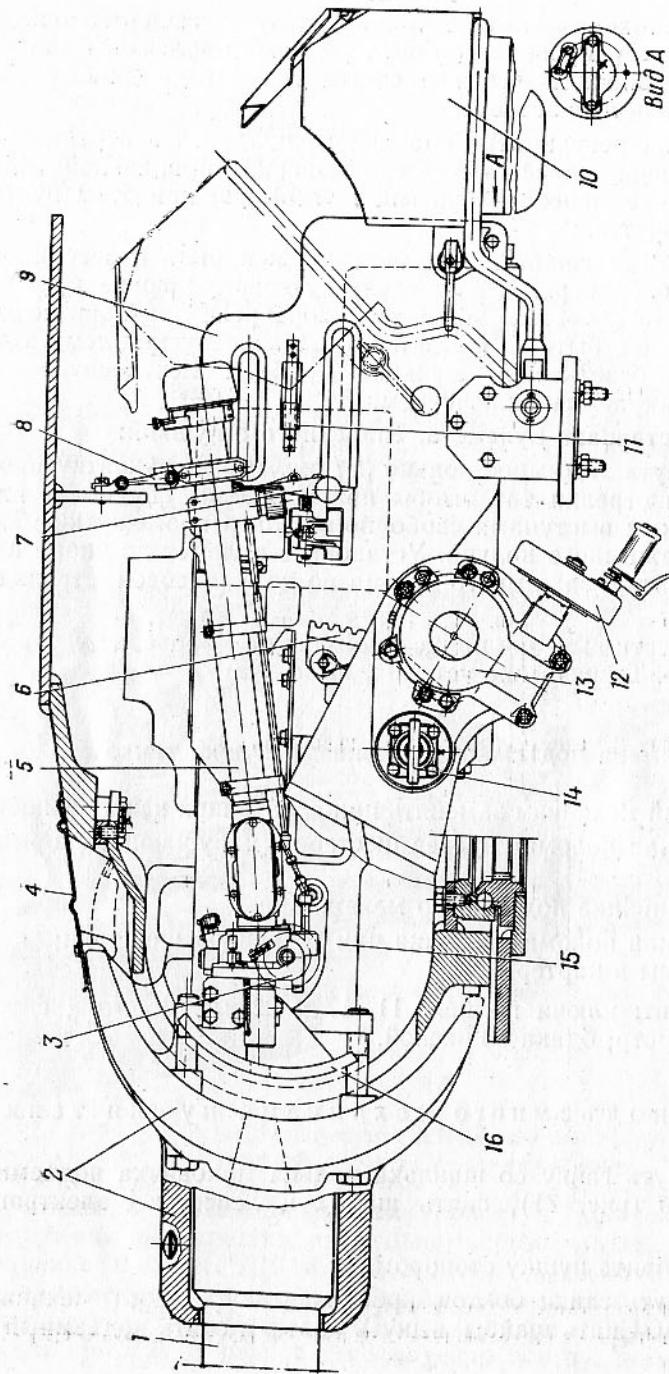

Рис. 71. Установка пушки танка Т-34:
1. Отвернуть гайку со шпилькой кольца маховика подъемного механизма 13 (рис. 71), снять шайбу и лепесток с электропроводкой.
4. Вывернуть болты крепления броневой защиты 2 (рис. 71) к люльке и снять защиту.
8. Установить скобу гильзоулавливателя 10 (рис. 71) с грузами на место и закрепить болтами.